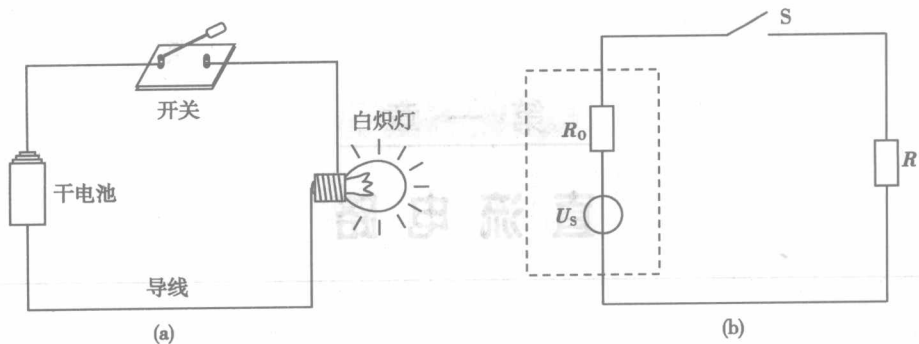

图 1-1 最简单的电路
1. 电路的组成和作用 电路由电源和电器设备通过导线按一定方式连接而成。其作用一般有两个方面:一是实现电能的输送和转换;二是进行信号的传递与转换。电路通常是由电源、中间环节、负载(用电器)三部分组成。其中电源提供电能,是把其他形式的能量转换成电能的装置;中间环节由导线、开关及测量、控制和保护装置等组成;负载是将电能转换成其他形式能量的装置。如图 1-1(a)为手电筒的实际电路,由电池、开关、灯泡和导线组成。其电池即电源,是提供电能的装置;灯泡是负载,它把电池提供的电能转换为光能和发热的内能;中间环节由导线和开关组成,其主要作用是把电池提供的电能输送给灯泡并控制其亮、灭。而在其他仪器设备中,如电视机、计算机和通信系统等,中间环节是由导线和其他多种元件组成的复杂电路,主要作用是进行信号的传递和处理。
用各种理想电路元件组成的电路称为实际电路的模型电路。如图 1-1(b)为手电筒的模型电路。在绘制电路图时,各种元件用规定的图形符号来表示。表 1-1 为部分元件的图形符号。